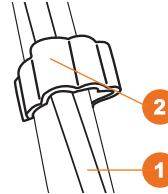

Рис. 6
- Закрепите кабель питания 1 с помощью клипсы 2 (рис. 6).